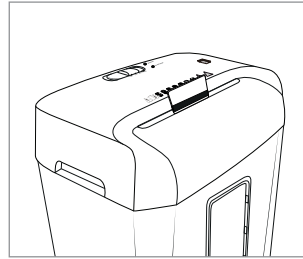

Fig. 3
- ◆ Introduisez la carte de crédit par le haut et centrée dans la fente de coupe **8** (voir fig. 3) et poussez l'interrupteur **REV/OFF/AUTO/FWD** **2** en position **FWD** ("forward" [anglais] = en avant). Vous ne pouvez couper qu'une carte de crédit à la fois. Introduisez toujours la carte de crédit côté large en premier dans la fente de coupe **8**. Sinon, la bande magnétique ne sera pas détruite.